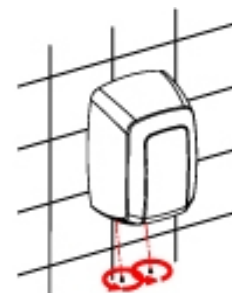

Abbildung 10
- Bringen Sie die Befestigungsschrauben des Gehäuses an der Basis an und ziehen Sie diese mit dem mitgelieferten Spezialschlüssel fest (Abb. 10).